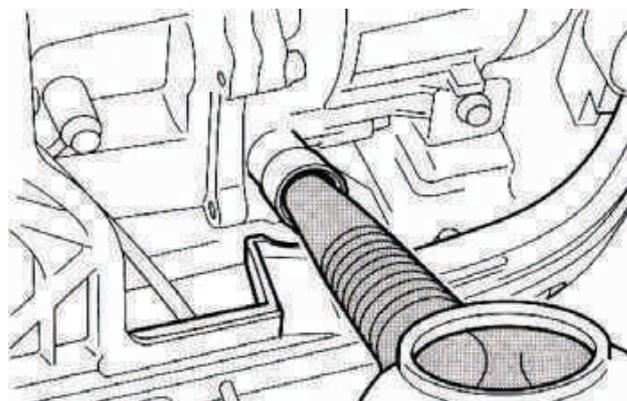
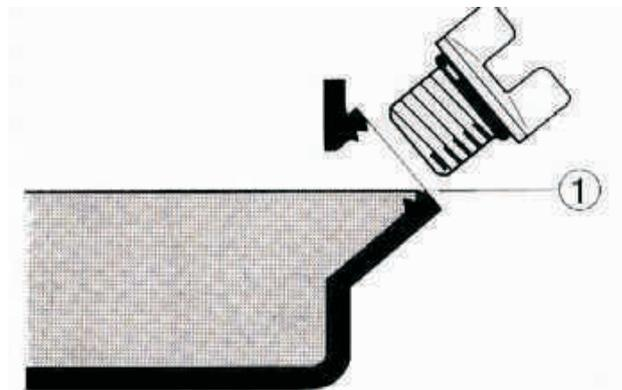

Figure 3
Figure 4
Füllen Sie mit Hilfe des Trichters (mitgeliefert) 0,42 Quart SAE 10W-30 oder 10W-40 ein (siehe Abbildung 3). Siehe Abbildung 4 für den richtigen Ölstand ①.